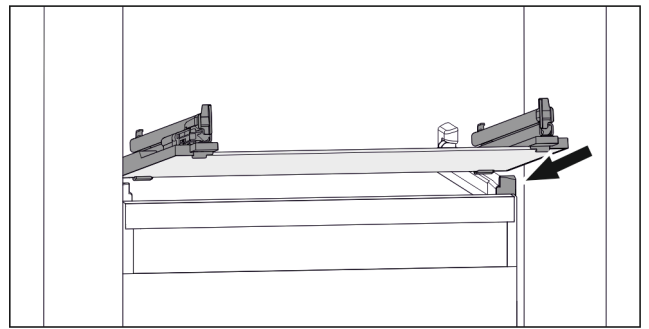

Fig. 99 Representación de la placa de vidrio a modo de ejemplo
- ▶ Coloque la placa de vidrio inclinada detrás de los topes. (consulte Fig. 99)